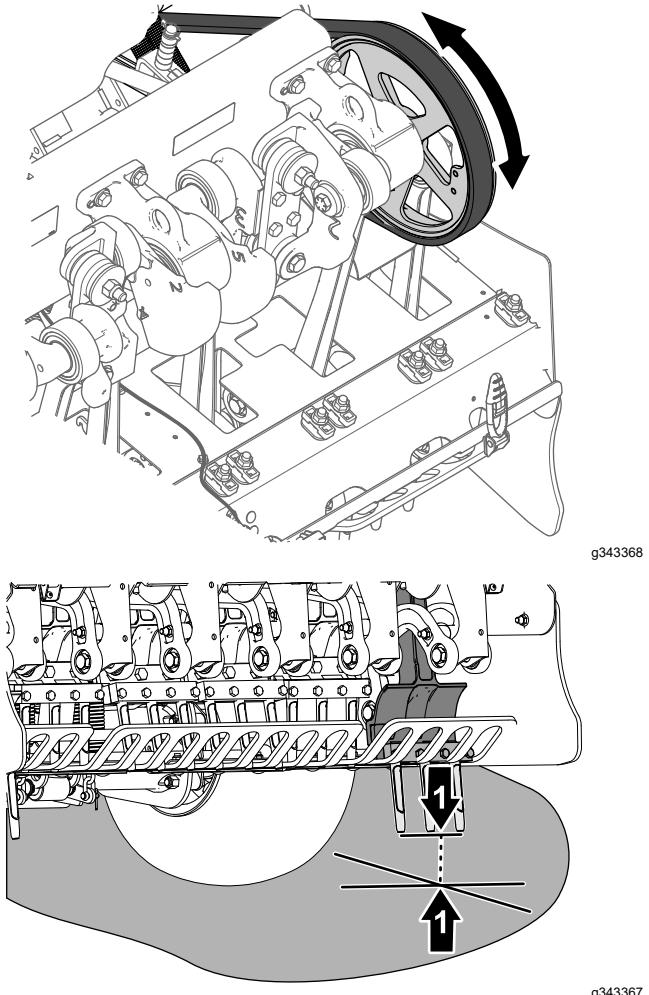

Figura 104
4. Fate ruotare la puleggia della testa di carotaggio (Figura 104) fino a quando le fustelle più esterne non sono allineate in modo da essere le più vicine al terreno.